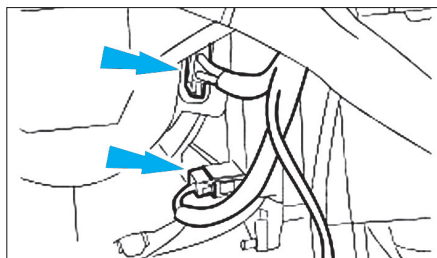

Fig. 51
- Débrancher les connecteurs inférieurs de boîtier de radiateur de chauffage (Fig.51).